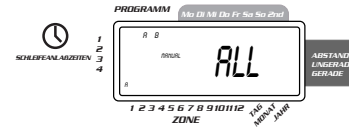

ABBILDUNG 10: Halbautomatische Bewässerung für Stationen, die für A und B-Programme bestimmt sind.
- Die Wählscheibe auf **AUTO** drehen, dann die **MANUELL** -Taste drücken. Die Anzeige zeigt „**AB**“, „**MANUAL**“ und „**ALL**“ blinkt [siehe Abbildung 10]. Das zeigt an, daß alle sechs (oder 12) Stationen im A und B Programm für die vorbestimmte Zeitspanne nacheinander halbautomatisch bewässern.